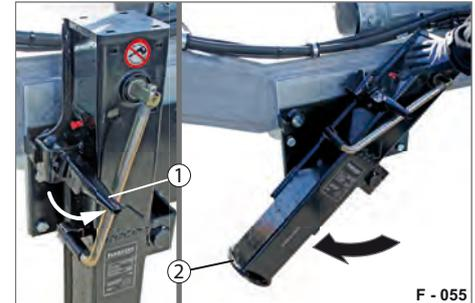

Abb. 57 Schwenkstütze sichern
- ▶ Am Sicherungshebel (Abb. 57/1) ziehen.